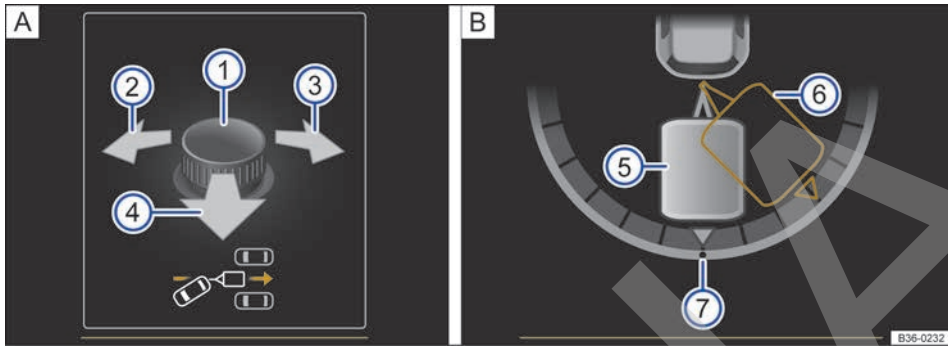

Fig. 208 Manejo del asistente para maniobras con remolque en la pantalla del cuadro de instrumentos: **A** Ajustar el ángulo. **B** Dar marcha atrás.
Leyenda de la **fig. 208**:
- El asistente para maniobras con remolque dirige el remolque automáticamente en la dirección ajustada → **fig. 208**. El conductor tiene que accionar los pedales.
- Bascule el mando giratorio en la dirección deseada hasta que se alcance la posición deseada → fig. 208 .